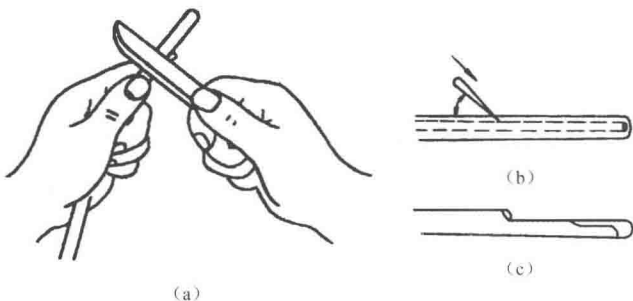

图 1-6 单芯护套线剖削方法
1) 剖削单芯护套线塑料绝缘层方法如图 1-6 (a) 所示。
①如图 1-6 (b) 所示,根据所需长度用电工刀以 45°角倾斜切入。
②接着如图 1-6 (c) 所示,刀面与线芯保持 25°角左右,用力向线端推削,注意不要切入芯线,剥去上面一层塑料绝缘。